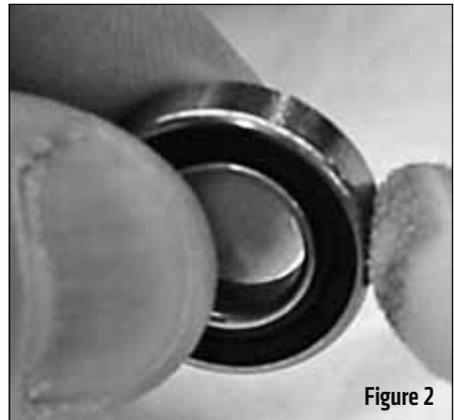

Figure 2
4. Appliquez une couche généreuse de Loctite® 638™ sur la surface de la bague extérieure, à l'aide d'un petit tampon (type coton tige). **Figure 2**